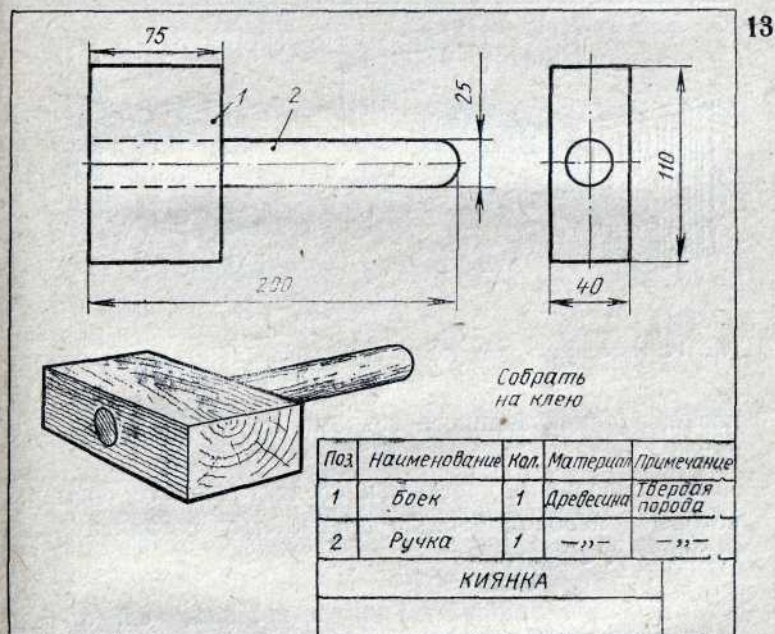
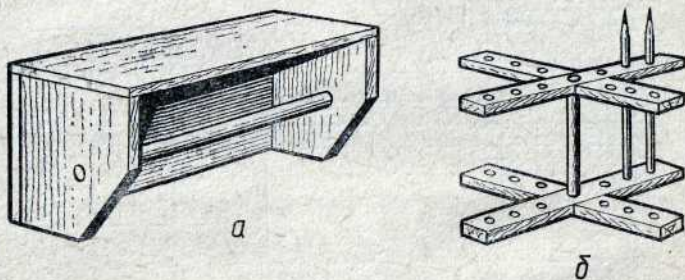

Рис. 13. Сборочный чертеж.
Рис. 14. Навесная полка (а) и карандашница (б) (к заданию).
Сборочный чертеж относится к конструкторской документации. На нем изделие изображают в собранном виде со всеми входящими в него деталями (рис. 13).
- ?! 1. На чертеже (см. рис. 13) укажите выносные, размерные, осевые и центровые линии. 2. В каких случаях на чертеже цилиндрической детали можно ограничиться одним видом? Когда нельзя этого сделать и почему? 3. Чем отличается сборочный чертеж от чертежа однодетального изделия? 4. Каков порядок чтения сборочного чертежа? 5. Какие размеры надо проставить на рисунках навесной полки и карандашницы (рис. 14), чтобы по ним можно было изготовить изделия?